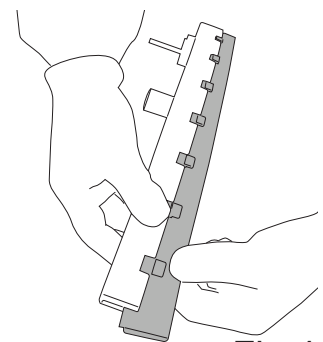

Fig.41
- Trek aan de strippen, op deze manier wordt de groep verwijderd (Fig.41).